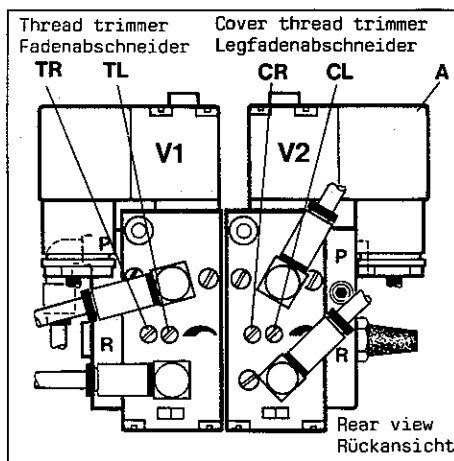
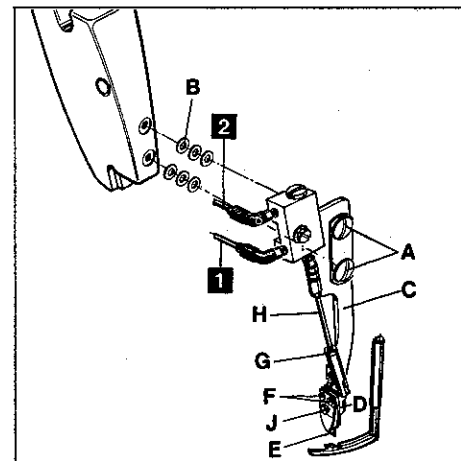

Fig. 62
Fig. 63
6.1 Keep power and air supply of cover thread trimmer disconnected by loosening the securing screw and pulling-out plug (A, Fig. 62) on valve (V2) and by disconnecting the PA-tubes (1 and 2, Fig. 63) on the air cylinder of the trimmer. Insert the ten prong plug of the thread trimmer drive on the motor. Switch-on the motor. Switch-on the air supply on toggle lever valve under the table board. Sew and cut the looper and the needle threads with fabric under the presser foot. The machine stops with needles in up position. Switch-off motor and air supply.
Hint: Also with the cover thread trimmer not yet assembled to the head cover, the needles can be set to up position as described. Assemble the cover thread trimmer with two screws (A, Fig. 63) and four or six washers (B) on the head cover (K) of the machine. Use the washers only in pairs and only so many that the holder (C) of the cover thread trimmer will not contact the head cover (K). Temporarily only snug screws (A) and make sure that the cover thread trimmer does not damage the spreader.
6.1 Trennen Sie den Legfadenabschneider von der Strom- und Luftzufuhr durch Lösen der Sicherungsschraube und herausziehen des Steckers (A, Fig. 62) am Ventil (V2) und durch Lösen der PA-Schläuche (1 und 2, Fig. 63) am Luftzylinder des Abschneiders. Stecken Sie den 10 poligen Stecker des Fadenabschneider-Antriebs am Motor ein. Schalten Sie den Motor ein. Schalten Sie die Luftzufuhr am Kipphebelventil unter der Nähtischplatte ein. Nähen Sie und schneiden Sie den Greifer- und die Nadelfäden im Stoff ab. Die Maschine näht mit den Nadeln in Hochstellung. Schalten Sie Motor und Luftzufuhr aus.
Hinweis: Auch wenn der Legfadenabschneider noch nicht am Kopfdeckel angebracht ist, können die Nadeln, wie beschrieben, in Hochstellung gebracht werden. Montieren Sie den Legfadenabschneider mit zwei Schrauben (A, Fig. 63) und vier oder sechs Scheiben (B) an den Kopfdeckel (K) der Maschine. Verwenden Sie die Unterlagscheiben nur paarweise und nur so viele, daß der Halter (C) des Legfadenabschneiders am Kopfdeckel (K) nicht anliegt. Ziehen Sie die Schrauben (A) vorerst nur leicht an und achten Sie darauf, daß der Legfadenabschneider den Leger nicht beschädigt.
6.2 Loosen the two screws (F, Fig. 63), fastening the trimmer to holder (C) and set it so that it clears the spreader with sewing thread size. Rotate the pulley manually several times when making this adjustment and check the clearance of the trimmer to spreader and needle holder. Retighten screws (F).
6.3 The tip of the movable thread catch knife (D, Fig. 63) should be flush with the fixed knife (E). For adjustment loosen nut (G) and turn connecting rod (H) accordingly. Use two open-end wrenches with 4 mm (5/32 in.) size of jaw for making this adjustment. Retighten nut (G).
6.4 The clamping pressure for the top cover thread and the cutting pressure of the knives can be adjusted with screw (J, Fig. 63) if required. Reconnect the cover thread trimmer to power and air supply.
6.2 Lösen Sie die beiden Schrauben (F, Fig. 63) mit denen der Abscheider am Halter (C) befestigt ist und stellen Sie ihn so, daß er zur Legerspitze mit Nähgarnstärke freigeht. Drehen Sie bei dieser Einstellung die Handrad-Riemenscheibe mehrmals von Hand durch und überprüfen Sie die Freigängigkeit des Abschneiders zum Leger und zum Nadelkopf. Ziehen Sie die Schrauben (F) wieder an.
6.3 Die Spitze des beweglichen Fadenfängermessers (D, Fig. 63) soll mit dem feststehenden Messer (E) bündig sein. Zur Einstellung lösen Sie die Mutter (G) und drehen die Schubstange (H) entsprechend. Verwenden Sie zur Einstellung zwei Gabelschlüssel mit 4 mm Schlüsselweite. Ziehen Sie die Mutter (G) wieder an.
6.4 Der Klemmdruck für den Oberlegfaden und der Schneiddruck der Messer kann, bei Bedarf, mit der Schraube (J, Fig. 63) eingestellt werden. Schließen Sie den Legfadenabschneider wieder an der Strom- und Luftzufuhr an.
The speed for the movement of the thread trimmer mechanism to the left for cutting is regulated with screw (TL, Fig. 62) and the speed for the movement to the right in home position is regulated with screw (TR) on valve (V1).
The speed for the movement to open the movable thread catch knife on the cover thread trimmer is regulated with screw (CL, Fig. 62) and the movement for clamping and cutting the thread is regulated with screw (CR) on valve (V2).
Die Geschwindigkeit für die Bewegung des Fadenabschneidermechanismus nach links zum Schneiden wird mit der Schraube (TL, Fig. 62) und für die Bewegung nach rechts in die Ruhestellung mit der Schraube (TR) am Ventil (V1) reguliert.
Die Geschwindigkeit für die Bewegung zum Öffnen des beweglichen Fadenfängermessers am Legfadenabschneider wird mit der Schraube (CL, Fig. 62) und die Bewegung zum Klemmen und Abschneiden des Fadens mit der Schraube (CR) am Ventil (V2) reguliert.